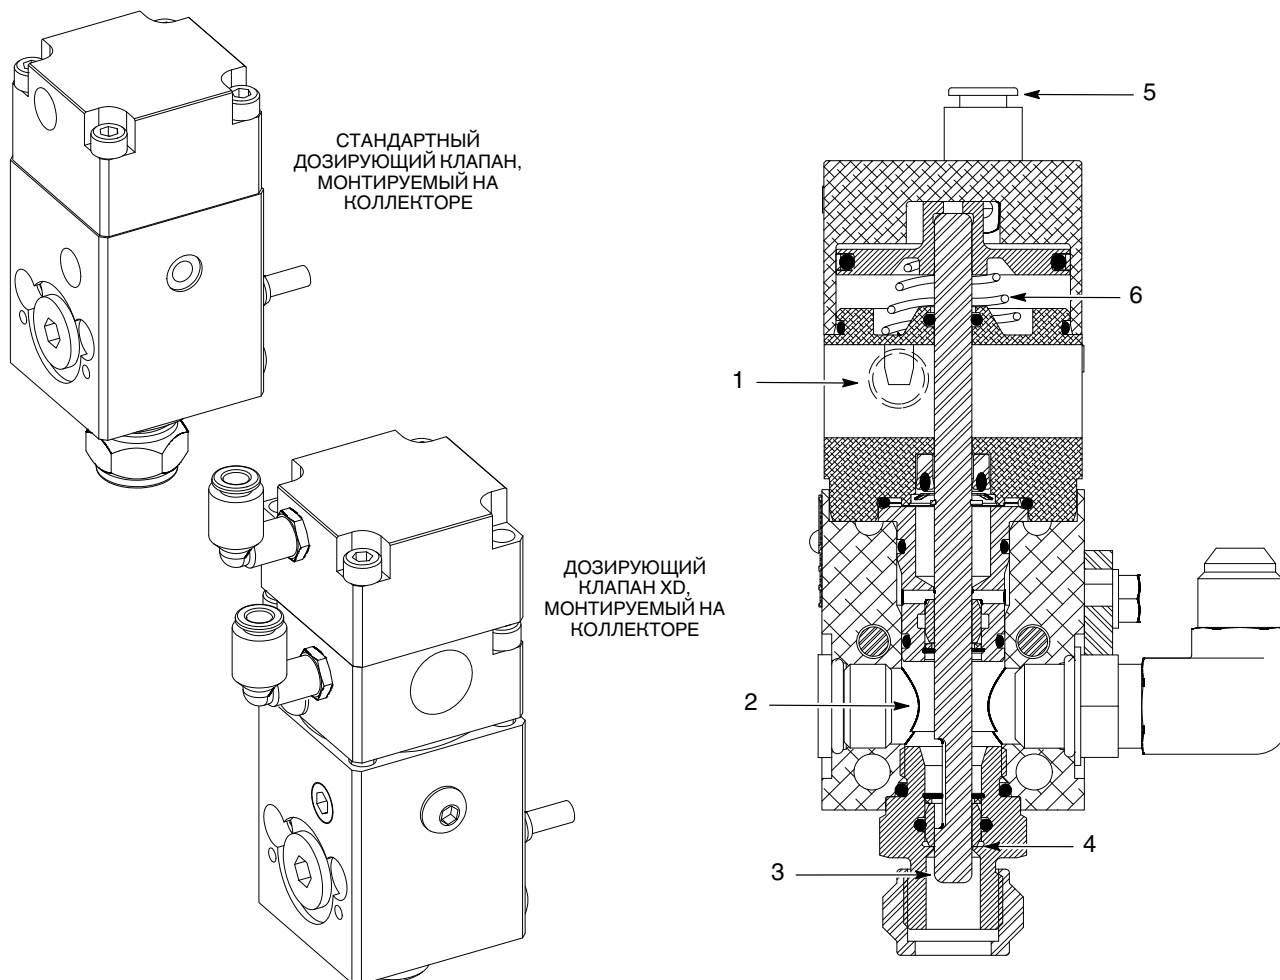

Рис. 1 Дозирующие клапаны Auto-Flo II с защитой от подтекания
См. рис. 1. Автоматический дозирующий клапан Auto-Flo II с защитой от подтекания используется в разнообразных областях применения для нанесения клеев, герметиков и других материалов. Этот клапан, изготовленный из алюминия, характеризуется малым весом и универсальностью.
См. рис. 1. При подаче сжатого воздуха на впускной воздушный патрубок открытия клапана (5) поршень совершает ход вниз, выдвигая стержень (3) через седло (4). Материал поступает во впускной патрубок (2) и выходит из сопла.